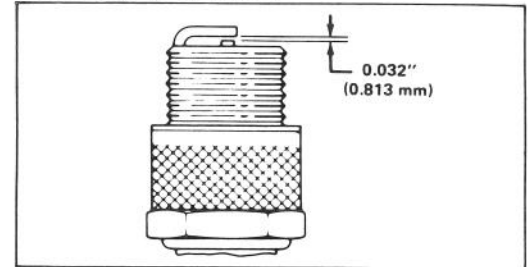

Figure 17
3. INSTALLATION DE LA BOUGIE — Fixez l'écartement (Fig. 17) entre les électrodes à